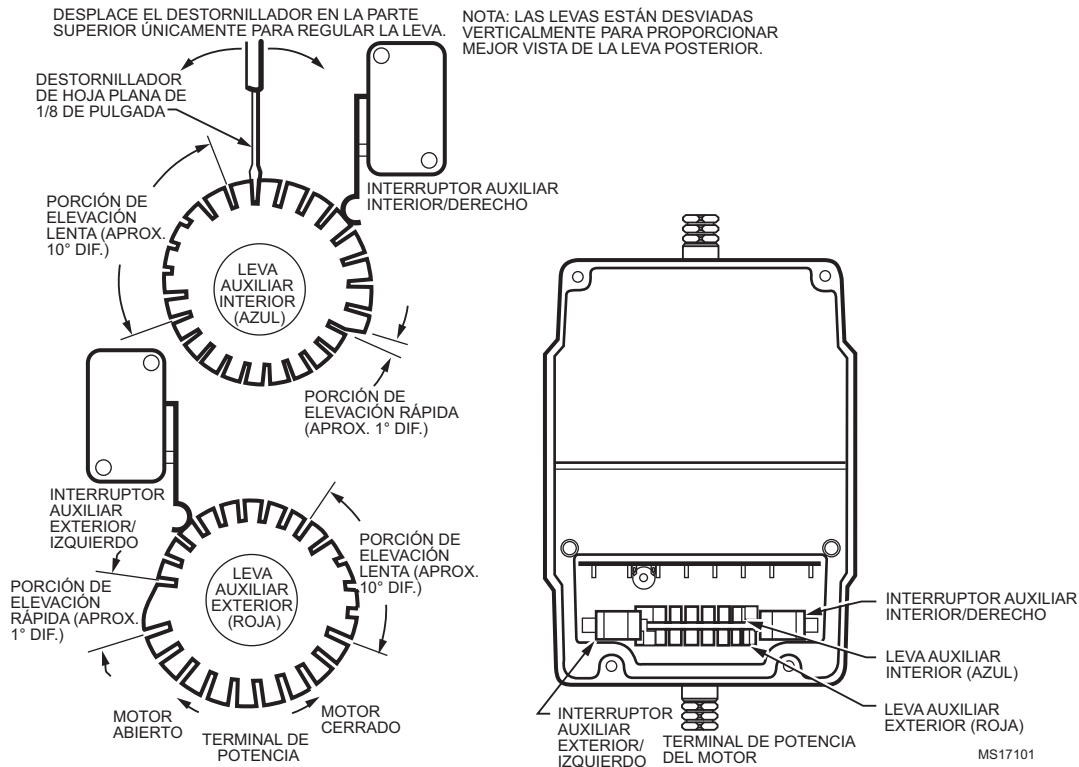

Fig. 12. Regulación del interruptor auxiliar.
Los motores con interruptores auxiliares añadidos en fábrica se envían en la posición cerrada (totalmente en el sentido antihorario, visto desde el terminal de potencia) con levas auxiliares configuradas para que activen interruptores a 30° desde la posición cerrada y que proporcionen un diferencial de 1°. Con el motor en la posición cerrada (totalmente en el sentido antihorario), el interruptor auxiliar interrumpe los contactos R-B. Consulte la Fig. 12 para el cableado del interruptor auxiliar.
1. Inserte la hoja de un destornillador de 1/8 in. en una ranura o leva y desplace la parte superior del destornillador tan lejos como sea posible en la dirección requerida. Consulte la Fig. 12.